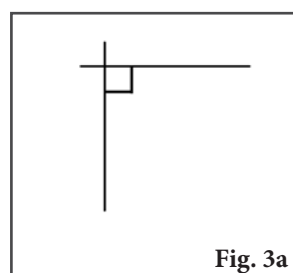
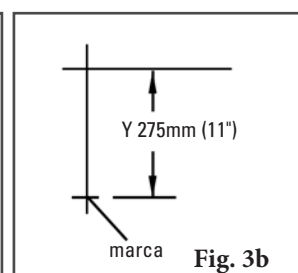
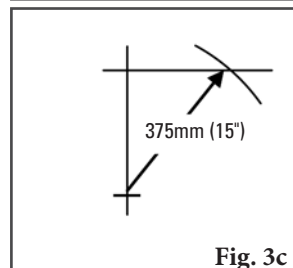

Fig. 3a
Fig. 3b
Fig. 3c
- Determine a dimensão final.** Em uma superfície vertical plana, usando um nível, desenhe uma linha horizontal, criando um triângulo retângulo (Fig 3a). Meça para baixo, a partir da intersecção, a dimensão “Y” determinada e marque (Fig 3b). Com a fita métrica começando na marca “Y” modificada, mova a fita através da linha “X” e marque na dimensão “C” onde cruza a linha “X” (Fig 3c). Meça a partir da intersecção até a intersecção “C” e esta será sua nova dimensão “X” (Fig. 3d).